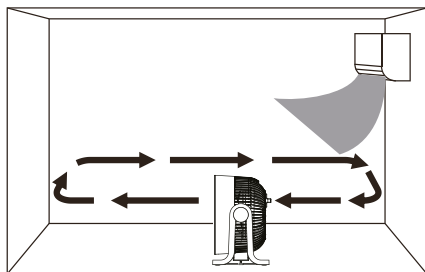

Рис. 1
- Если кондиционер работает в режиме охлаждения, расположите вентилятор задней стороной к нему, чтобы улучшить циркуляцию прохладного воздуха в помещении (Рис. 1).